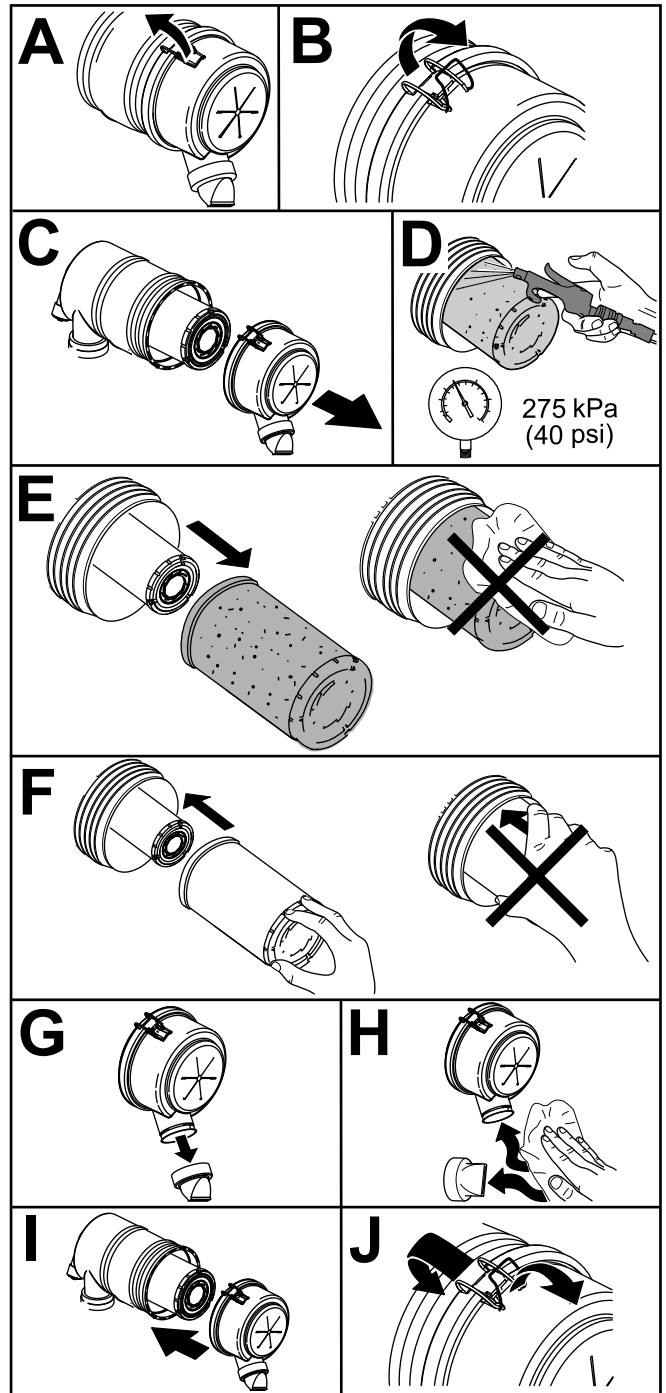

Figura 52
1. Cambie el limpiador de aire (Figura 52).